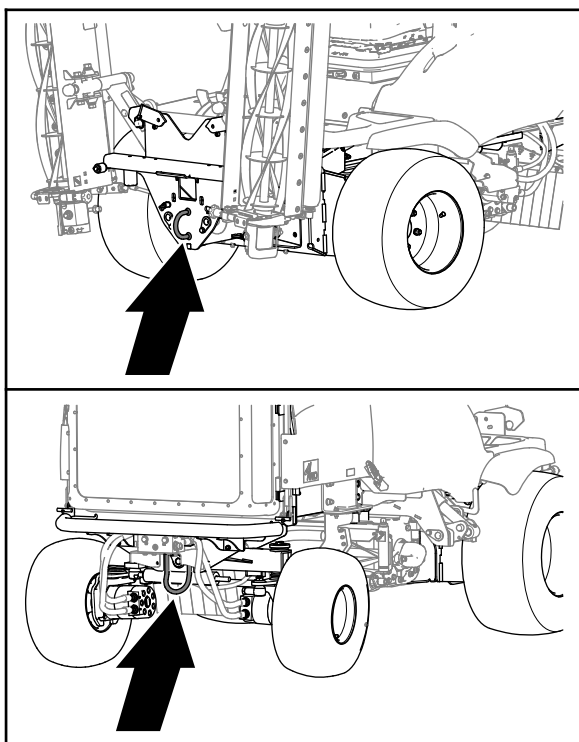

Figura 43
5. Conecte una barra de remolque **rígida** entre la argolla de remolque delantera de la máquina y el vehículo de remolque (Figura 43).